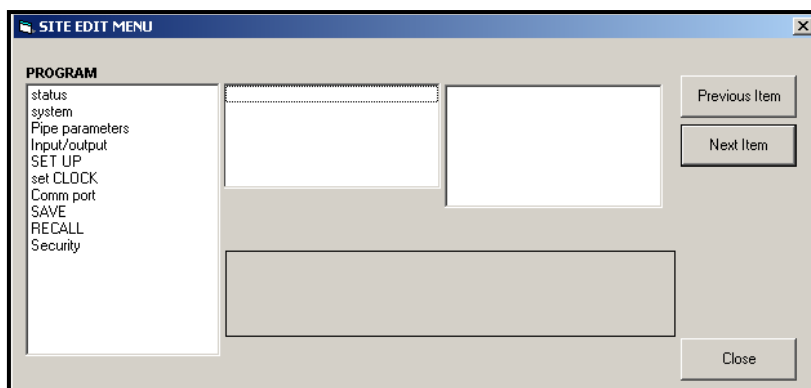

Figura 37: La ventana del *Menú de edición del sitio*
5. Para abrir un menú específico, haga doble clic en ese menú en el árbol. Por ejemplo, si hace doble clic en el Menú de edición del sitio, se abre una ventana similar a Figura 37.